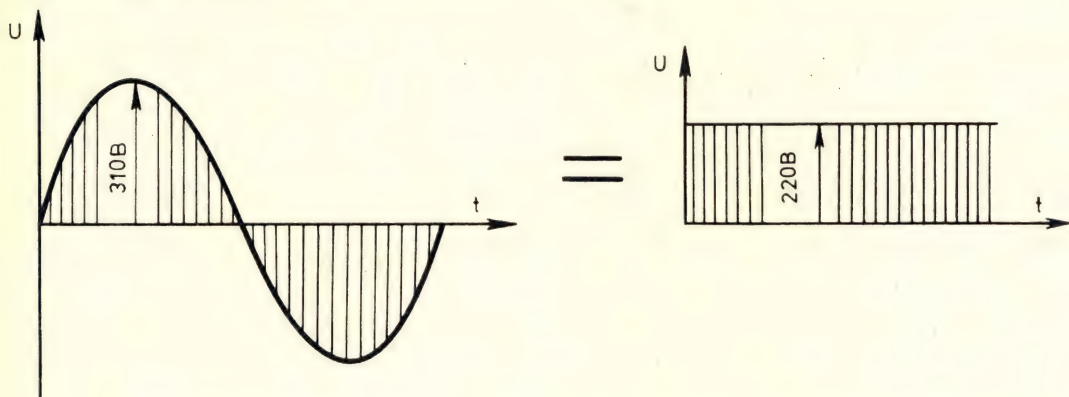

Рис. 5.7. Синусоидальное напряжение с амплитудой 310 В равнозначно постоянному напряжению величиной 220 В
**д) Действующее значение.** Какому постоянному напряжению равно по своему действию переменное напряжение, указанное на рис. 5.6? Теория и практика показывают, что оно равняется постоянному напряжению величиной 220 В (рис. 5.7). Это действительно так, поскольку рассматриваемое в течение одного периода переменное напряжение имеет значение 310 В только в два момента, а в остальное время оно меньше. Так как синусоидальные величины *изменяются непрерывно*, то целесообразно ввести понятие — действующее значение. *Под действующим значением переменного тока понимаем такой постоянный ток, который за то же самое время совершает ту же работу (или выделяет такое же количество тепла), что и данный переменный ток.*